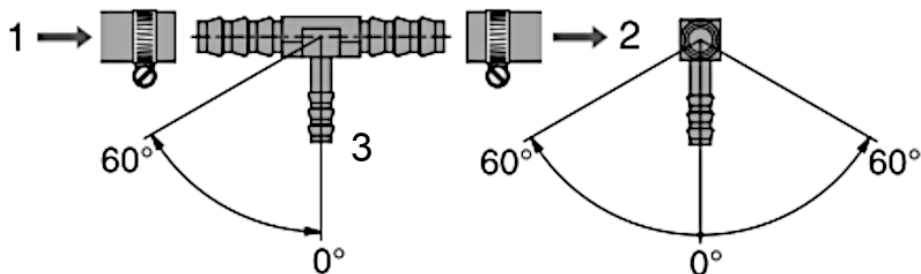

Fig. 36
- Débranchez la conduite de carburant du véhicule et insérez les deux ouvertures les plus épaisses de la jonction en T dans les deux extrémités créées Fig. 36 (1) (2) de la conduite de carburant.
- Branchez ensuite la conduite de carburant de l'appareil de chauffage à l'aide d'un manchon en caoutchouc sur la sortie mince Fig. 36 (3) qui n'est pas encore utilisée de la jonction en T.